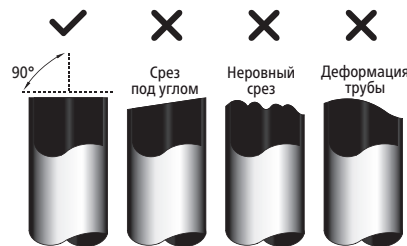

Рис. 5.1
3. Труба должна быть отрезана строго под углом 90°. Примеры неправильно отрезанных труб показаны на **рис. 5.1**.